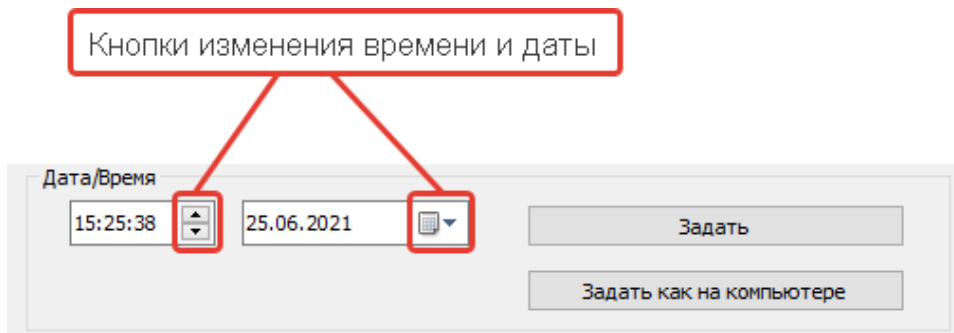

Рисунок 9 – Изменение времени и даты на приборе
- 1) При помощи кнопок (вперёд/назад – для времени, календарь – для даты) (рисунок 9);